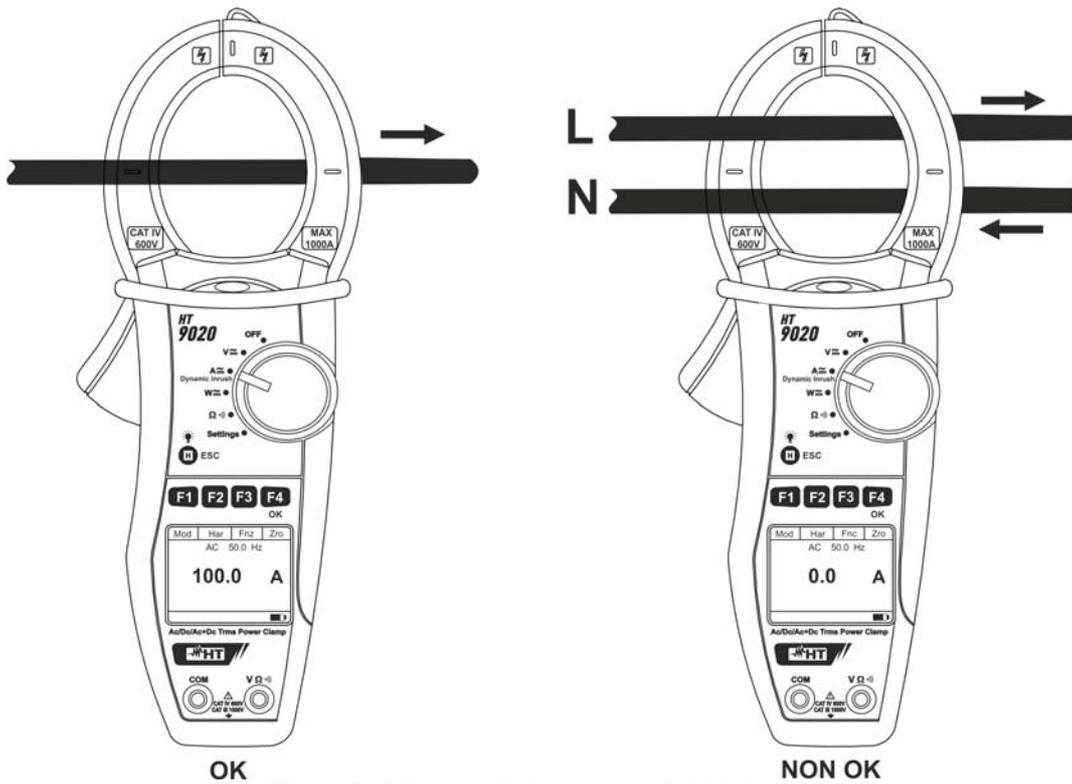

Fig. 10: Misura di Corrente AC/AC+DC
5. Inserire il cavo all'interno del toroide al centro dello stesso al fine di ottenere misure accurate (vedere Fig. 10 – parte sinistra). Utilizzare le tacche presenti come riferimento (vedere Fig. 2)